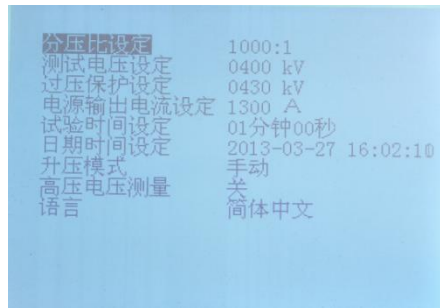

图 27 PY3520 变频电源装置设定自动升压
- 8.2.1 在启动系统前，按【菜单】按钮进入【系统设置界面】选项（见图 27），将【升压模式】改为【自动】，然后退出菜单。对于试验电压比较低的试验（例如 10kV 电缆进行交流耐压试验），测试电压低，建议不要采用自动升压。